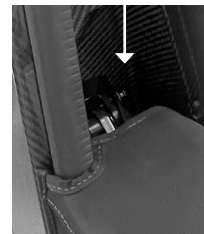

Abb. 22
- Tenax Verschlüsse der Persenning an gezeigter Position ver-rasten (Abb.22).